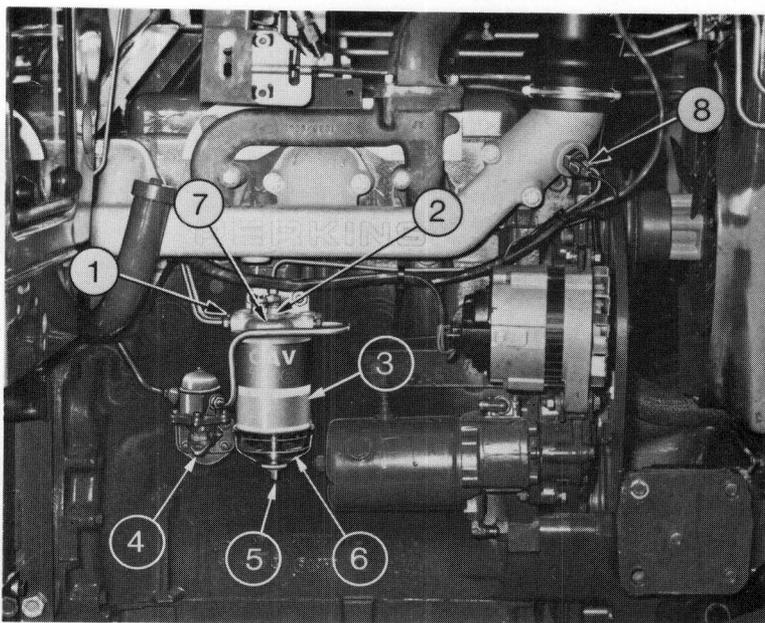
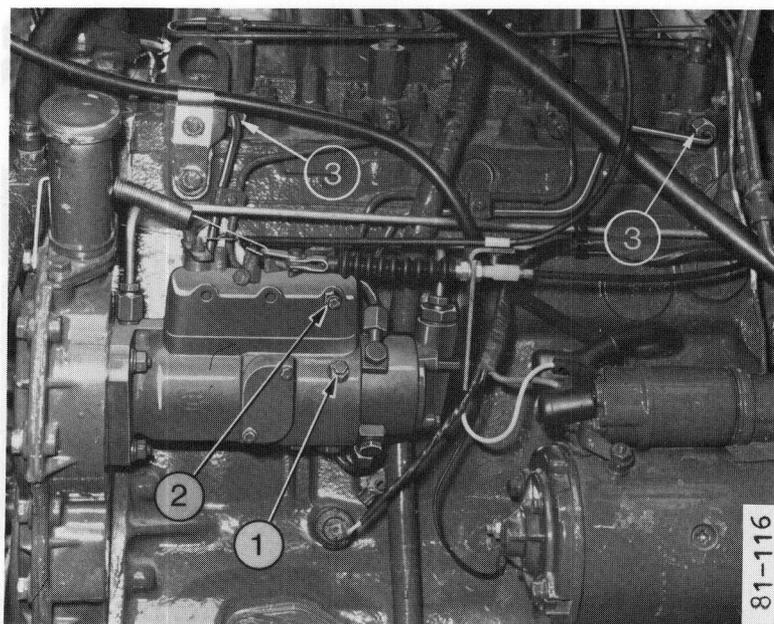

Fig. 7
Fig. 8
Filtre à combustible (fig. 7)
- 1 – Fig. 7. Desserrer le raccord de sortie (1) sur le filtre à combustible.
- 2 – Actionner le levier de la pompe d'alimentation (4) jusqu'à ce que le combustible sorte du raccord exempt de bulles d'air. Resserrer alors le raccord.
- 3 – Desserrer la vis de purge inférieure (1 fig. 8) sur la pompe d'injection et actionner la pompe d'alimentation jusqu'à ce que le combustible sortant de cette vis soit exempt de bulle d'air. Resserrer alors cette vis de purge.
- 4 – Desserrer la vis de purge supérieure (2) et opérer comme pour la vis inférieure.
- 5 – Desserrer les raccords (3) des premier et quatrième injecteurs.